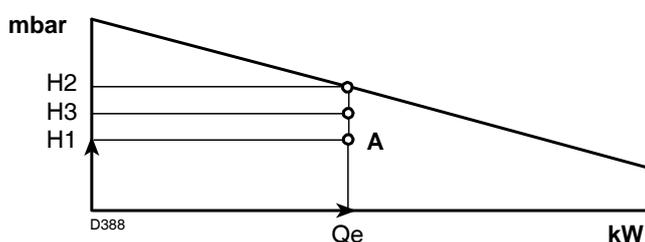

Fig. 39
point A qui doit rester dans les limites de la plage de puissance (Fig. 39).
- 4 - Tracer une verticale à partir du point A, Fig. 39, et trouver la pression maximale H2 de la plage de puissance.
Si H3 est supérieure à H1, comme dans la Fig. 39, le brûleur peut fournir le débit demandé.